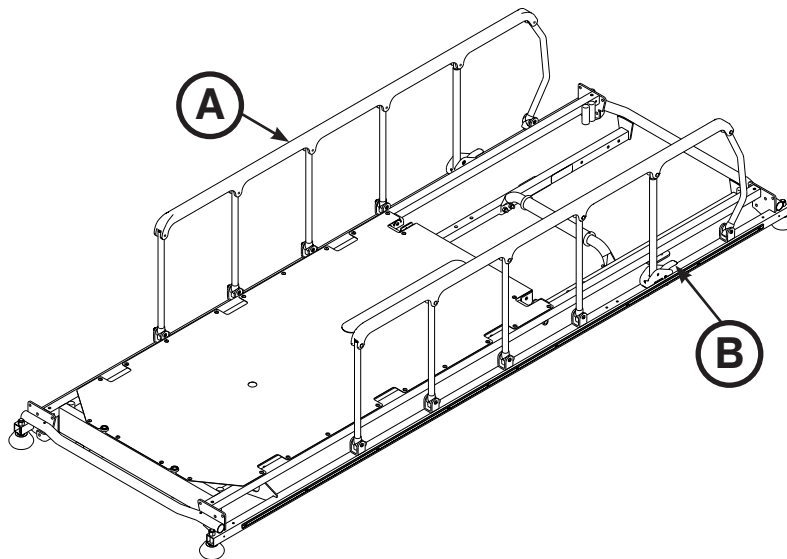

Figura 4: Barras laterales
Para levantar las barras laterales, tire hacia arriba de la barra lateral (A) y levántela hasta el tope hasta que se enganche el seguro (B), como se muestra en la Figura 4.
Para bajar las barras laterales, tire hacia arriba del seguro (B) y guíe la barra lateral hasta la posición totalmente bajada, como se muestra en la Figura 4. Los seguros (B) son de color amarillo para facilitar su identificación.